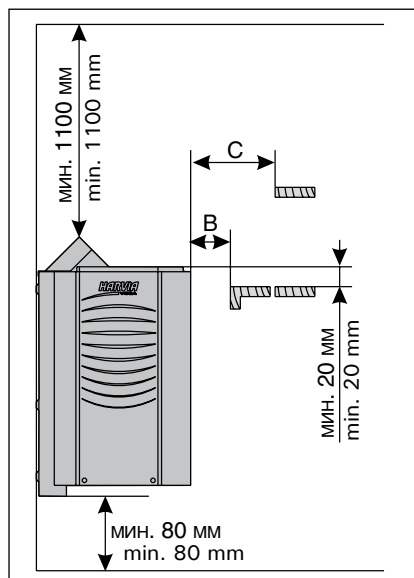

Рисунок 5. Расстояния безопасности
- При расположении каменки выполняются ли условия минимальных расстояний, изображенных на рис. 5 и 6 и указанных в таблице 1.
- С помощью прилагаемых шурупов прикрепите к стене монтажную раму, соблюдая минимальные расстояния, указанные в таблице 1 и на рис. 5 и 6.
При установке защитного ограждения вокруг каменки следует соблюдать расстояния, указанные на рис. 5. и в табл. 1.